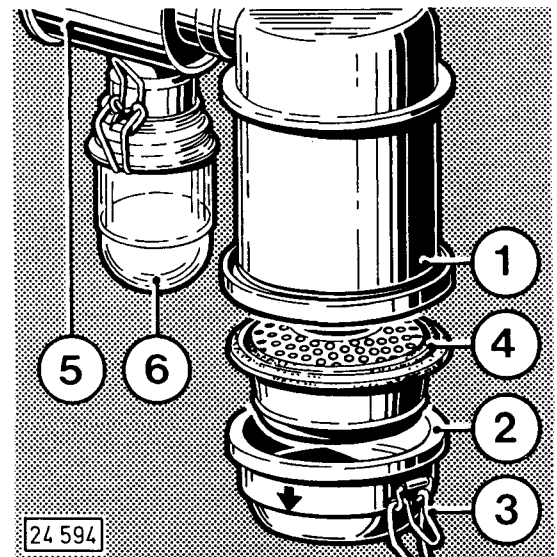

Fig. 34
- Schnellverschlüsse 3 (Fig. 34) lösen und Öltopf 2 abnehmen.
1.1 Zyklon-Vorabscheider 5 (Fig. 34) (falls angebaut)